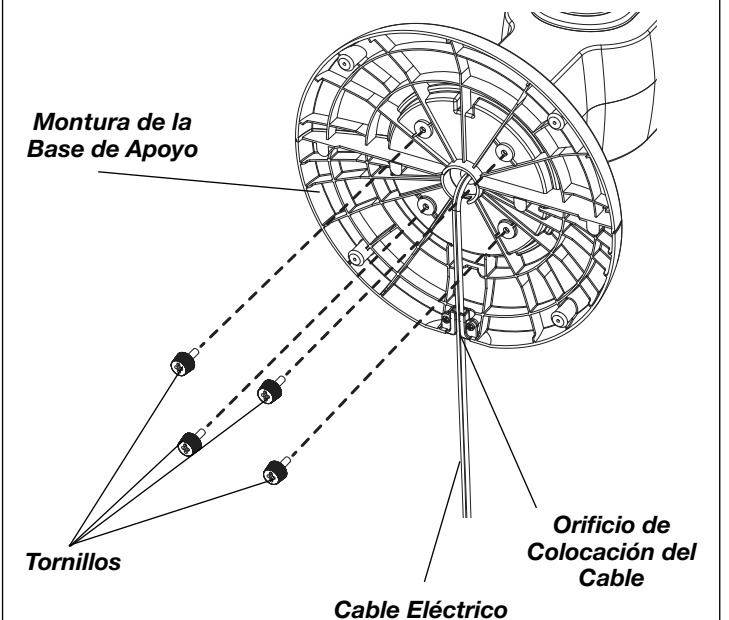

Figura 4
- Asegure la **Montura de la Base de Apoyo** a la parte inferior del ventilador con (4) **Tornillos de Largo**. Suavemente elimine cualquier sobrante del **Cable Eléctrico** y colóquelo en el **Orificio de Colocación del Cable**. (**Figura 4**)